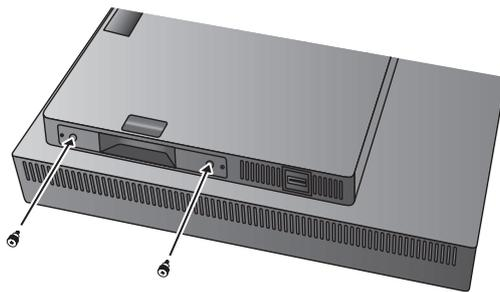

Figure G.1
2. Insérez les vis à oreilles dans les trous adéquats de l'interface DisplayPort (**Figure G.1**).